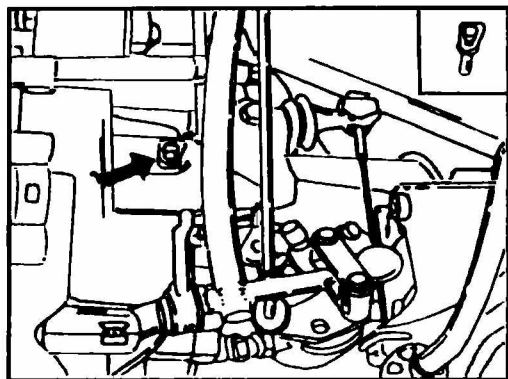

Рис. 2.3 Угалив пробку, заблокируйте стержнем рычаг выключения сцепления
- ◆ Выньте из корпуса коробки передач резиновую пробку (см. рис. 2.3), и стержнем (болт М8х22) заблокируйте рычаг выключения сцепления.